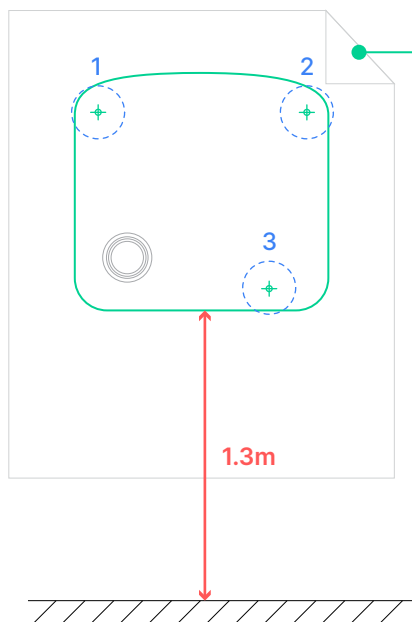

Fig. 4 - Șablon de găurire pentru punctele de montare a stației de încărcare.
4. Marcați pe perete poziția celor 3 puncte de montare a stației de încărcare. Pentru o marcare rapidă și corectă a punctelor de montare, vă rugăm să utilizați șablonul de găurire furnizat. Se recomandă să instalați stația de încărcare la 1,3 m deasupra solului. (**Fig. 4 - pagina 16**)